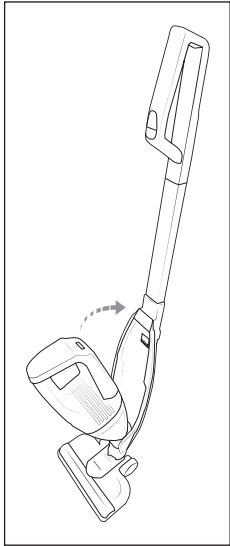

Abb. 3
- 1) Um das Handteil 2 mit dem Stiel 11 zu verbinden, schieben Sie die Spitze des Handteils 2 in die Aussparung der Handteilmulde 14 (Abb. 3).
- 2) Drücken Sie dann den Griff 1 des Handteils 2 in die Handteilmulde 14, so dass das Handteil 2 einrastet und fest sitzt (Abb. 3).